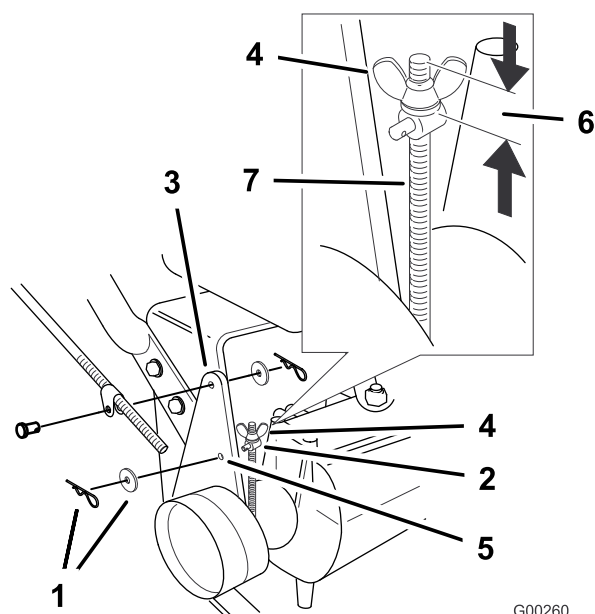

Figure 41
Remarque: Pour le réglage initial, ajustez l'écrou à oreilles jusqu'à ce qu'il soit à 32 mm (1-1/4 po) du haut de la tige (Figure 41).
5. Pour régler le frein, enlevez la goupille fendue et la rondelle du levier et du tourillon (Figure 41).
8. Placez le tourillon dans le trou F (Figure 41). Serrez l'écrou à oreilles.
9. Fixez le tourillon au levier de frein à l'aide de la rondelle et de la goupille fendue (Figure 41).